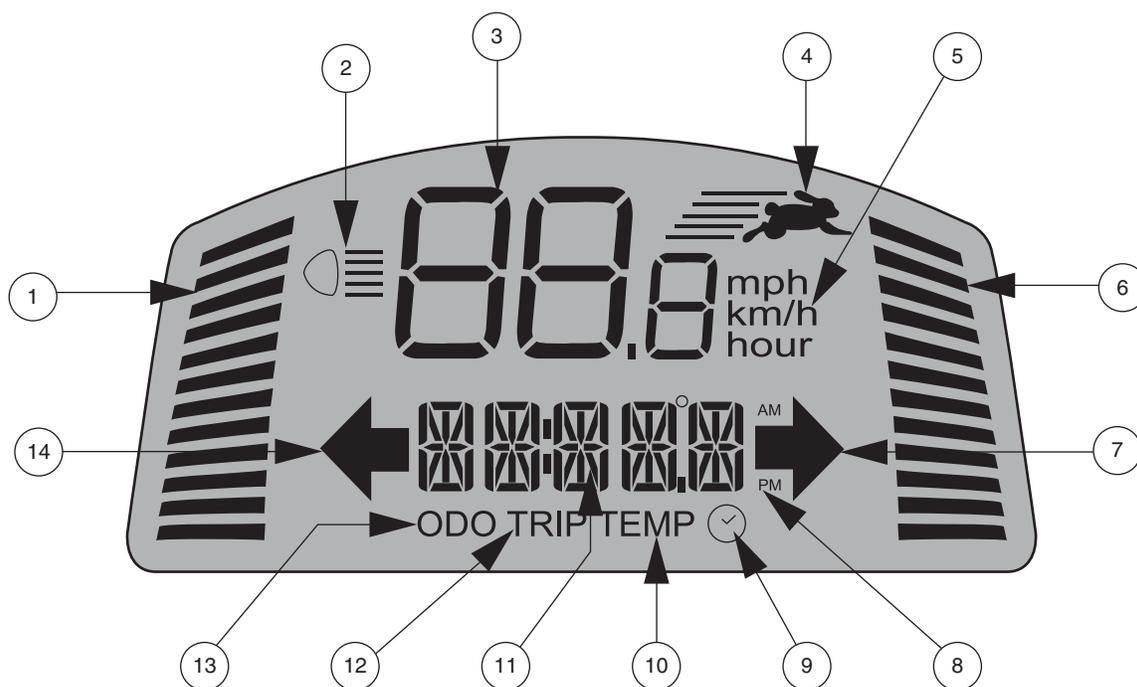

Figura 2. Schermo LCD
- Premere una volta il pulsante **High-Low** per impostare la velocità sulla regolazione alta. L'indicatore High-Low viene visualizzato sullo schermo LCD. **Vedere figura 2.** L'uso di questa impostazione insieme ai pulsanti di regolazione della velocità consente al PMV di raggiungere la velocità massima pre-programmata.
Questi pulsanti consentono di pre-selezionare e limitare la velocità del PMV. Questa è indicata nell'apposito indicatore di velocità massima sullo schermo LCD. **Vedere figura 2.**
*NOTA: Maggiore è il numero delle barre illuminate all'interno dell'indicatore di velocità massima, maggiore sarà la velocità massima pre-selezionata. Vedere figura 2.*
Il pannello di controllo LCD offre comode informazioni intuitive tramite lo schermo LCD. Vedere figura 2. Lo schermo LCD si utilizza anche per l'attivazione delle diverse impostazioni del pannello di controllo. Vedere grafico 1.